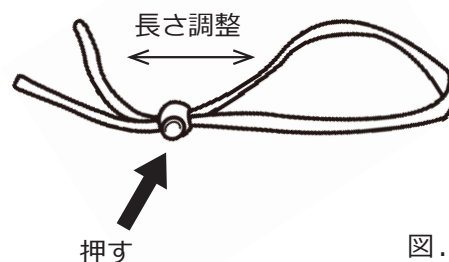

図. 2
- ③ ゴーグルを装着し、ゴーグルベルトの長さを図.2のように調整してください。
- ② 図2のように、Lプロハーネスの引掛金具を本製品のハンガーに引っ掛けてください。